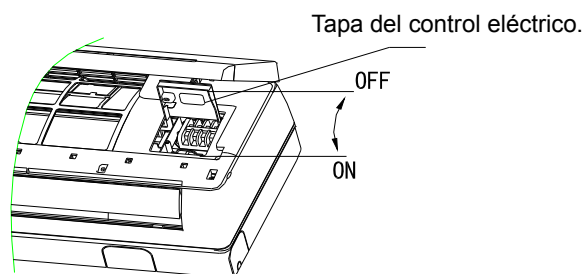

Figura 12
- Afloje el tornillo. (Figura.12)